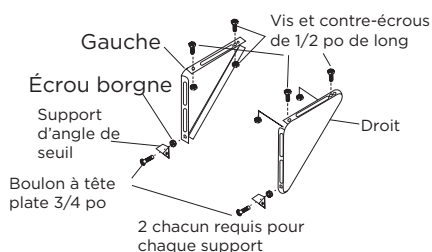

Fig.15B
2. Assemblez le support d'angle de seuil sur les supports à la position marquée (Fig. 15B). Serrez à la main, mais prévoyez toute modification ultérieure.